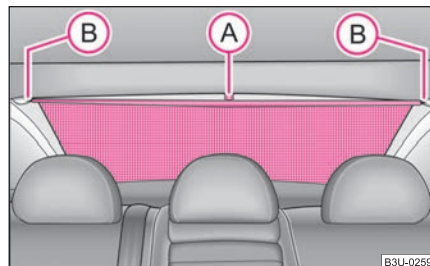

**Fig. 47 Lunotto: Tendina parasole avvolgibile**
- Afferrare la linguetta ① ed estrarre la tendina, quindi agganciarla nel supporto ② ⇒ fig. 47.